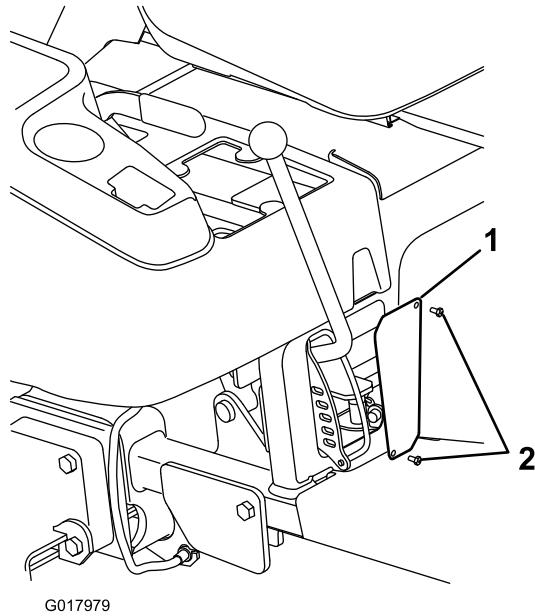

Bild 9
- Befestigen Sie die neue Gitterplatte mit zwei Kopfschrauben (Nr. 10 x 1/2") **hinten** an der Rahmenöffnung (Bild 9).